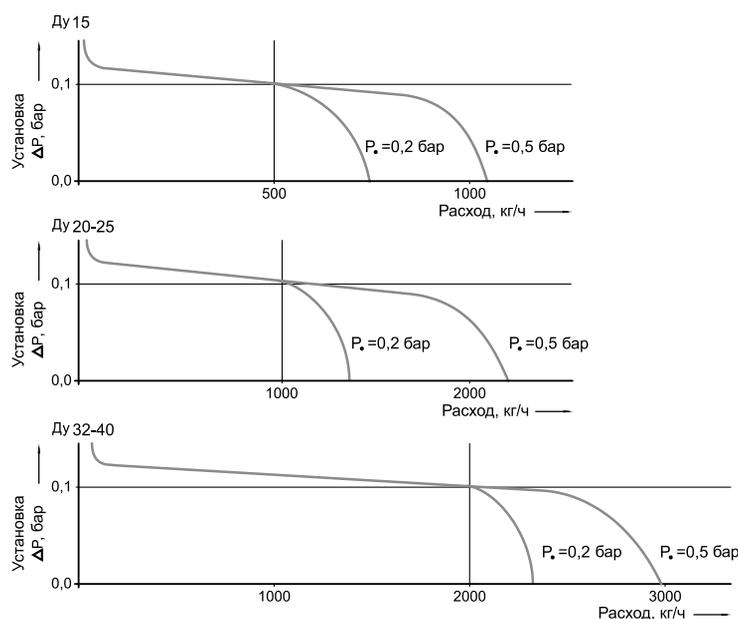

Рис. 4. Характеристики регулирования V5012C0103, настройка перепада давления на 0.1 бар (заводская настройка)
- Заводская настройка мембранного блока Kombi-DU V5012C0103 равна 0,1 бар. Предварительная настройка может быть увеличена до 0,3 бар. В этом случае кривые регулирования, представленные на рис. 4, перемещаются параллельно на настроенное значение.
- Заводская настройка мембранного блока Kombi-DU V5012C0306 равна 0,3 бар. Предварительная настройка может быть увеличена до 0,3 бар. В этом случае кривые регулирования, представленные на рис. 4, перемещаются параллельно на настроенное значение.